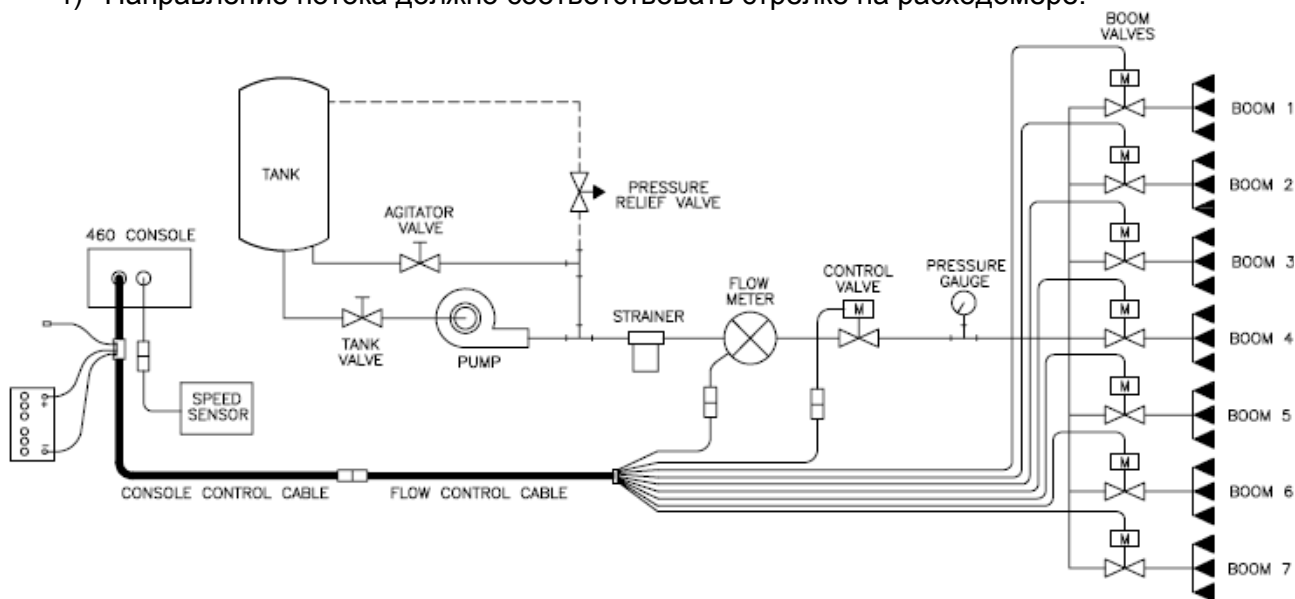

Рис. 4
- 1) Расходомер необходимо устанавливать в области клапанов штанг, как показано на рис. 4. Весь поток через расходомер должен идти только на штанги, т.е. после расходомера не должно быть обратных линий к баку или насосу.